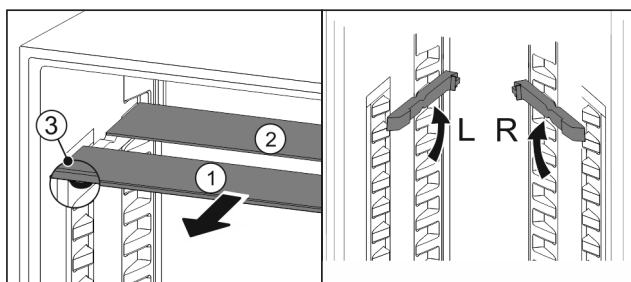

Fig. 67
- ▶ Skleněné desky jednotlivě vytáhněte dopředu Fig. 67 (1).
- ▷ Skleněná deska Fig. 67 (1) s ozdobnou lištou leží vpředu.
- ▷ Zářázky Fig. 67 (3) směřují dolů.